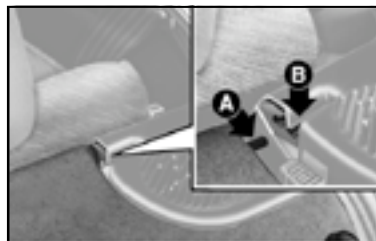

fig. 65
2) Tirar os pinos **A-fig. 65** do bagagito das respectivas sedes B e removê-lo.